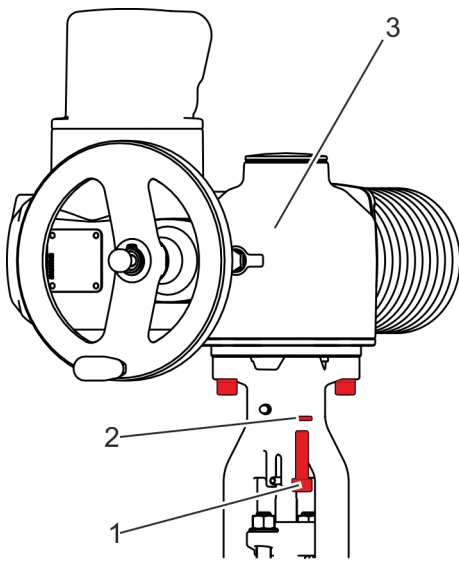

Fig. 35: Retrait des vis
2. ➤ Dévisser les vis de fixation (Fig. 35/1) de l'entraînement électrique (Fig. 35/3) et les retirer ainsi que les rondelles (Fig. 35/2).
3. ➤ Retirer l'entraînement électrique (Fig. 35/3) et le stocker hors de la zone de travail.